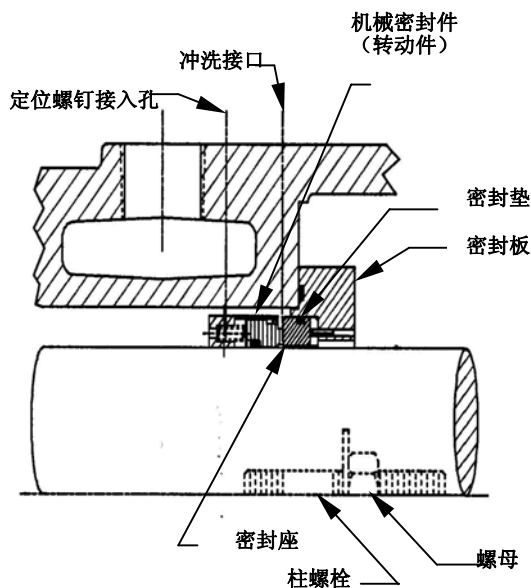

图 9
2. 弹性 O 形环密封（图 9）
5. 转动转动件，在支架侧面的密封通道孔的正下方装上定位螺钉。（见图 9 和 10）。拧紧轴上的所有定位螺钉。